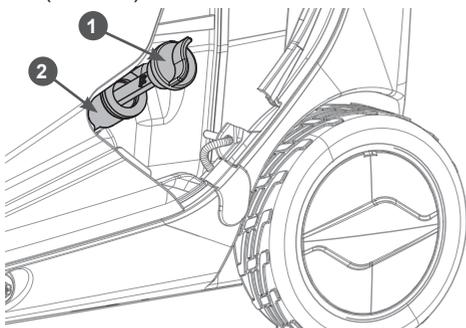

Рис. 10. Крышка-щуп маслозаливной горловины
3. Открутите крышку-щуп маслозаливной горловины и извлеките щуп (Рис. 10).
3. Выкрутите крышку-щуп маслозаливной горловины и извлеките щуп (Рис. 10).